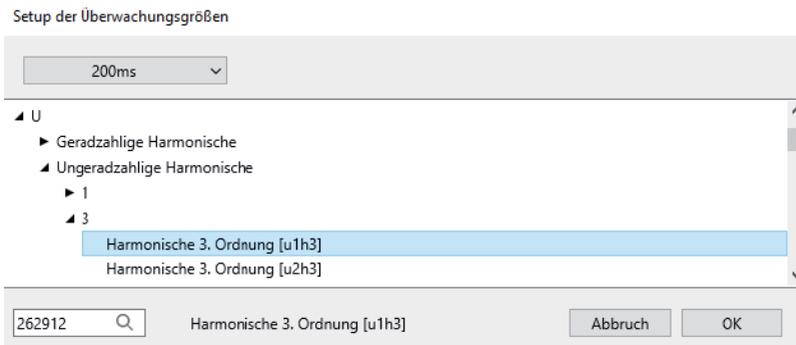

Abbildung 4: Setup der Überwachungsgrößen
Durch Klicken in das Feld der Messwert-ID öffnet sich ein weiteres Fenster (2), in dem die Überwachungsgrößen ausgewählt werden können. In diesem Setup sind alle Größen auswählbar, welche für die Messwertüberwachung in Frage kommen (siehe Abbildung 4). Dazu wird in dem Drop-Down-Menü in der Kopfzeile zuerst die Datenklasse ausgewählt. In Abhängigkeit davon ändern sich die zur Verfügung stehenden Größen darunter. Dazu stehen insgesamt die Gruppen Frequenz (F), Strom (I), Spannung (U), Leistung (P) und Sonstige (S) zur Verfügung. Über die einzelnen Gruppen ist es so direkt möglich den konkreten Messwert auszuwählen. Mit dem Suchfeld unten können lediglich die Messwert-IDs direkt gesucht werden, die Suche nach den deutschen Bezeichnungen der Messgrößen ist nicht möglich.